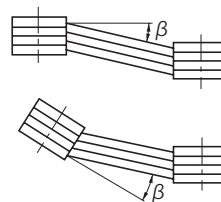

図 5-3
- ・両プーリ間の平行度、偏心度 $\beta$ は $20^\circ$ 以内としてください。(図 5-3 参照)